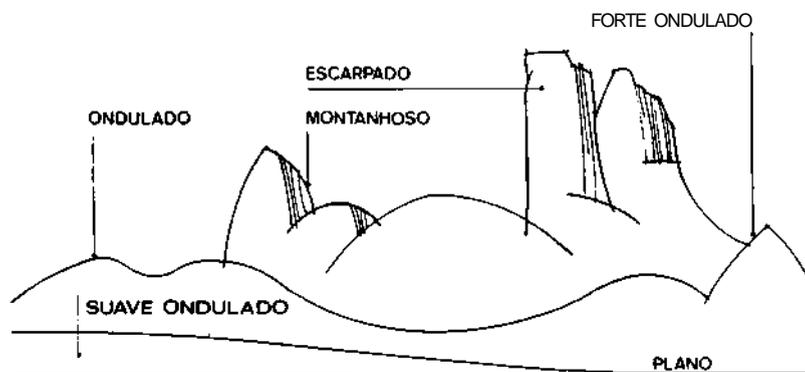

fig. 3
b) Topografia ou relevo (figs. 3, 4 e 5)